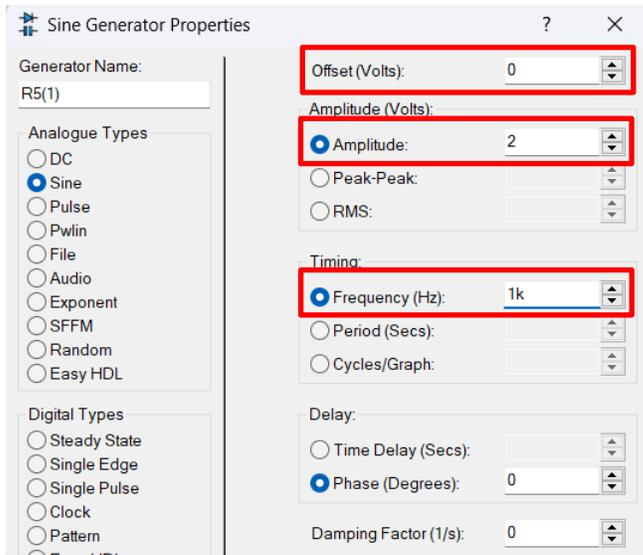

Figura 1.10. Calibración del generador de señales senoidales.
- Abra la ventana de propiedades del **Generador de onda senoidal** y ajústelo con una señal senoidal de amplitud 2V, una frecuencia de 1kHz y offset de 0VCD, como se ve en la figura 1.10.